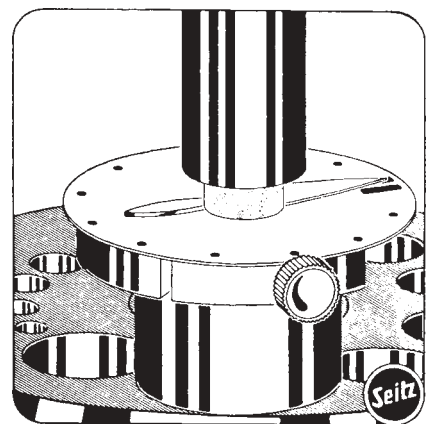

Abb. 111
a) Dient als Unterlage beim Aufdr cken der Zeiger (Abb. 111)